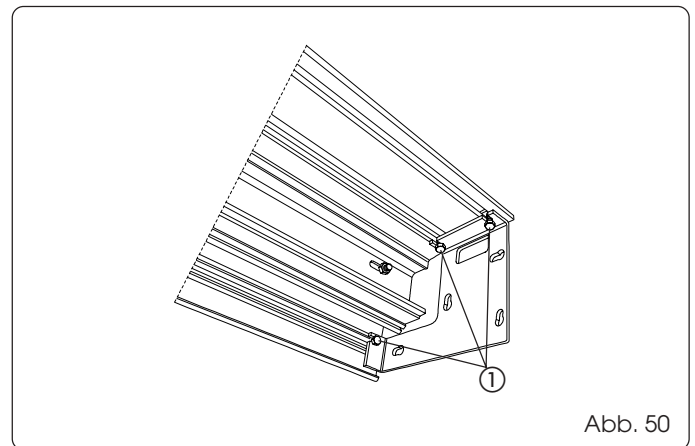

Abb. 50
Die Bügel für die Seitenbefestigung mit den entsprechenden Zugschrauben zusammenbauen (Abb. 50 Bez. ①).